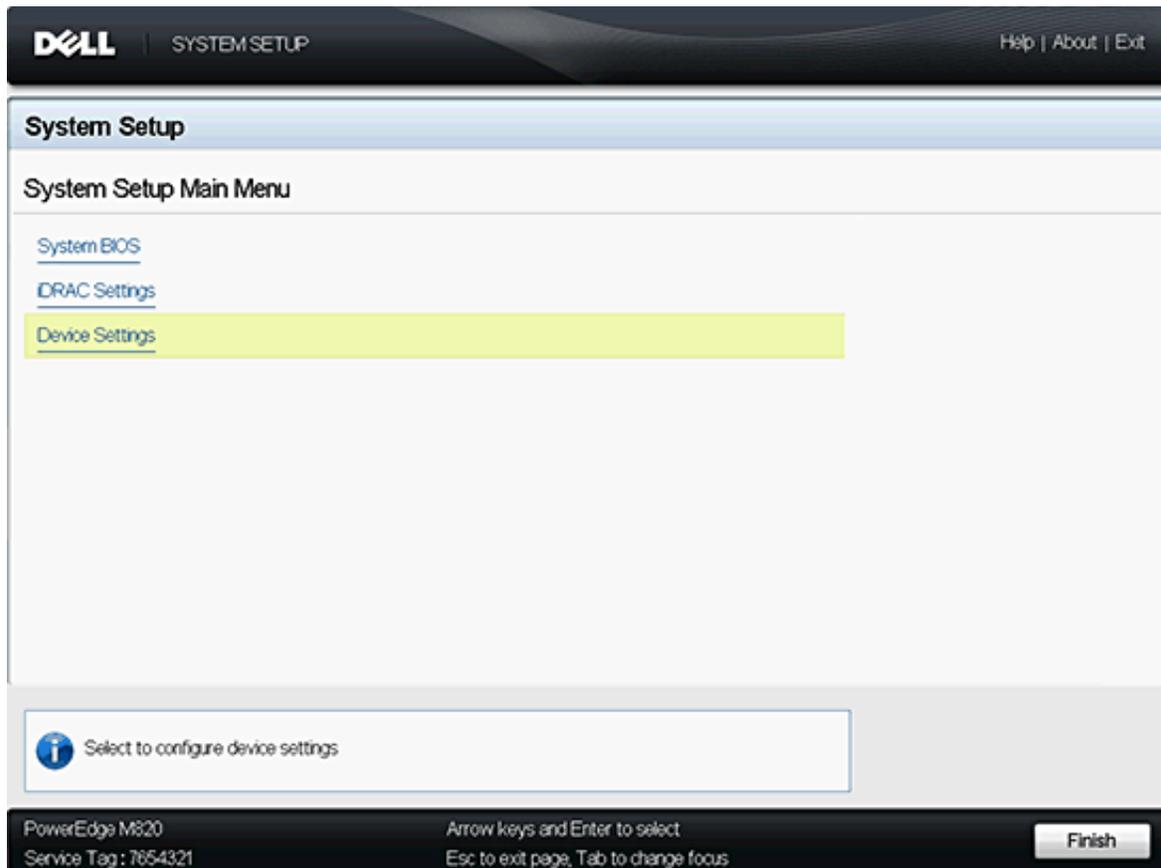

Figure 4-3. Page Menu principal
2. Sélectionnez **Device Settings** (Paramètres du périphérique), comme illustré à la Figure 4-3.